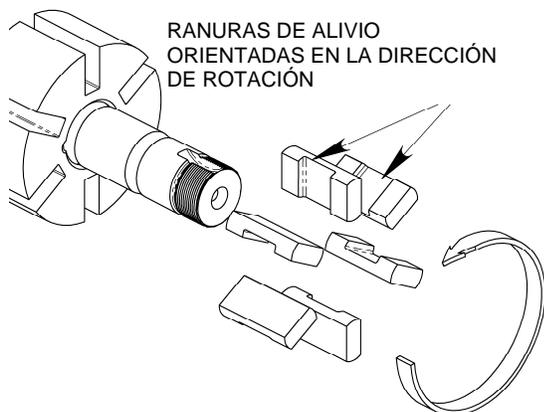
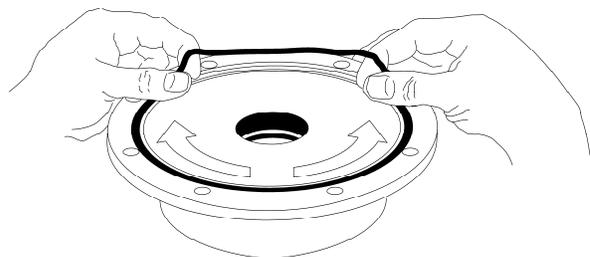

Figura 6 – Reemplazo de las paletas
Figura 7 – Instalación de la junta tórica del cabezal
2. Si el eje de la bomba sobresale a través del cilindro (12), retire el conjunto del cabezal de la bomba de acuerdo con los pasos 4 a 8 de la sección "Desmontaje de la bomba" de este manual. Si el eje de la bomba sobresale a través del cilindro (20), retire toda la bomba del soporte de montaje (108 o 108B) (consulte el paso 3 en "Desmontaje de la bomba»), y luego retire el conjunto del cabezal de la bomba de acuerdo con los pasos 5 a 8 de la sección "Desmontaje de la bomba" de este manual.
3. Gire el eje a mano hasta que una paleta (14) llegue a la posición superior (de las 12 horas) del rotor. Desmonte la paleta.
4. Instale una nueva paleta (14), asegurándose de que la ranura quede orientada hacia la dirección de rotación. Consulte la figura 6.
18. Inserte las paletas (14) en las ranuras del rotor, asegurándose de que la ranura de alivio quede orientada hacia la dirección de rotación. Consulte la figura 6.
19. Aplique un recubrimiento ligero de lubricante de calidad para juntas tóricas en el hueco del sello y cojinete del cabezal (20) para facilitar la instalación del sello mecánico (153).
24. Alinee la muesca en el asiento estacionario (153B) con el pasador antirrotación en el cilindro (20). Insértelo en el hueco del sello con la cara pulida hacia dentro para que case con la cara rotatoria.
25. Empaque manualmente el cojinete de bolas (24) con grasa. Consulte el tema "Lubricación" en la sección de mantenimiento de la bomba para conocer la grasa recomendada.
26. Instale el cojinete (24) en el hueco del cabezal. Las bolas de los rodamientos deben estar orientadas hacia fuera, con el protector contra grasa hacia dentro. Asegúrese de que el cojinete (24) quede asentado completamente y de manera encuadrada contra el sello mecánico (153).
27. Aplique una pequeña cantidad de lubricante de calidad para juntas tóricas en la ranura de la junta tórica de la cara interna del cabezal e instale una nueva junta tórica para el cabezal (72) en la ranura colocando la junta tórica en posición plana y comenzando a insertarla de un lado de la ranura, estirando hacia delante con los dedos, tal como se muestra en la figura 7.